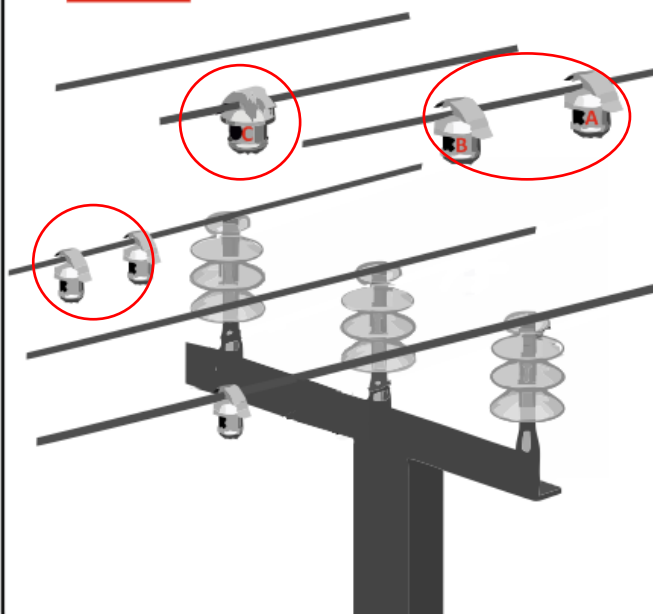
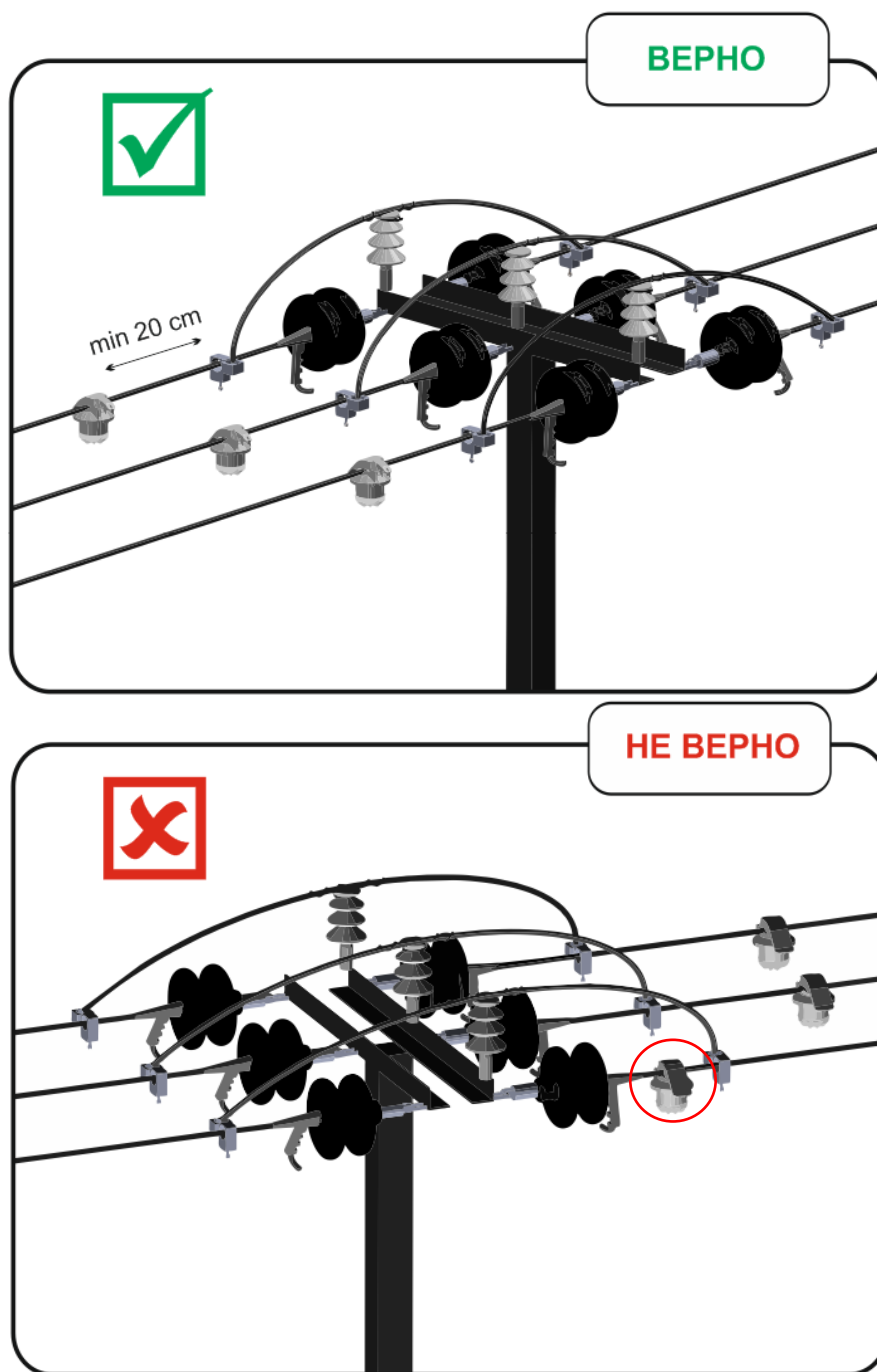

Рисунок 5 – Пример установки комплекта индикаторов ИКЗ-В34
Рисунок 8 – Пример установки комплекта индикаторов ИКЗ-В34
2.4.2 Индикаторы устанавливаются непосредственно на провод на расстоянии 0,5-10 м от изоляторов. Примеры установки устройств комплекта индикаторов ИКЗ-В34 на линию приведены на рисунках (см. Рисунок 5 - Рисунок 8).